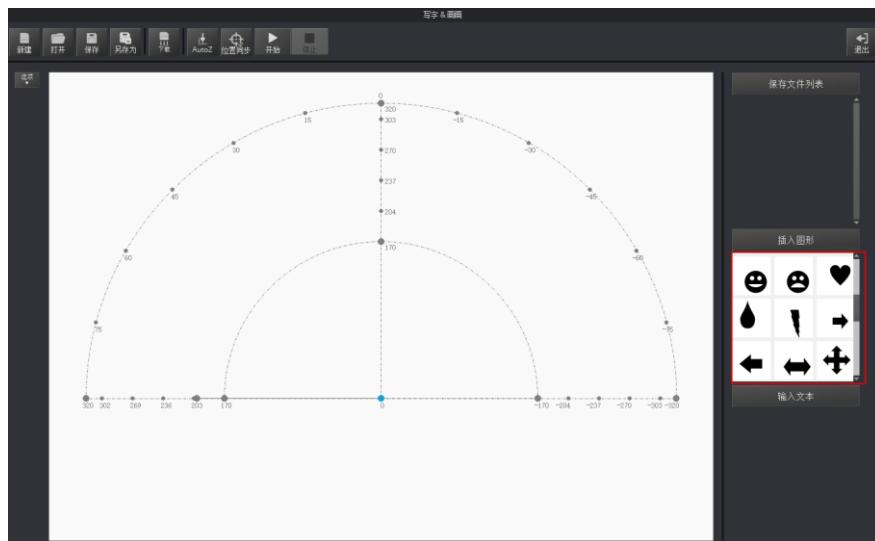

图 5.70 插入系统自带的图形文件
- 在“写字 & 画画”页面右下方的“插入图形”单击选择系统自带的图形文件。如图 5.70所示。